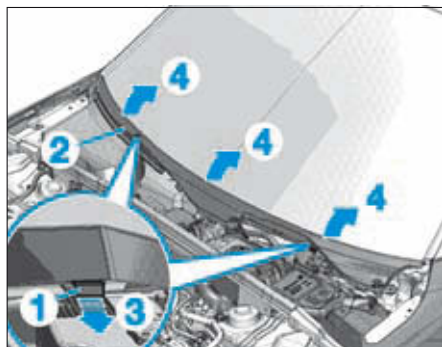

FIG. 55
- Dégager les agrafes de sûreté (1) du cache (2) de la grille d'auvent en (3) (Fig.55).
- Dégrafer le cache (2) du pare-brise en (4).